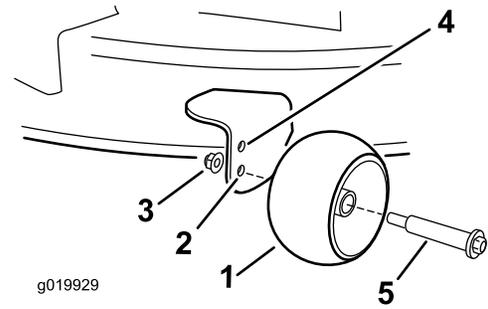

図 29
- 上の穴刈高が 63 mm 以下の場合に使用 図 29。
- 下の穴刈高が 76 mm 以上の場合に使用 図 29。